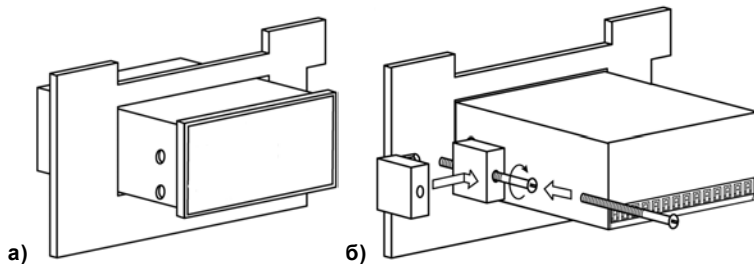

**Рисунок 5.2 - Монтаж прибора настенного исполнения Н2**
Подготовить прибор для выполнения монтажа. Для этого необходимо снять фиксирующую планку (поз.1, рисунок 5.2б) и отсоединить электронный блок (поз.2, рисунок 5.2б) от кронштейна (поз.3, рисунок 5.2б).
- 2) Закрепить кронштейн четырьмя винтами на поверхности, предназначенной для установки прибора. На кронштейне имеется восемь отверстий двух типов: для настенного крепления (поз. 4, рисунок 5.2в) и крепления на стандартный круглый подрозетник с диаметром 60 мм (поз. 5, рисунок 5.2в). Перед закреплением кронштейна на стене необходимо предварительно пропустить кабели внешних связей через специальное отверстие для кабельного ввода (поз. 6, рисунок 5.2в).
- 3) Вставить электронный блок прибора в специальные пазы (поз. 7, рисунок 5.2в), расположенные на кронштейне;
- 4) Выполнить монтаж внешних связей. Монтаж внешних связей выполняется с помощью разъемного соединителя (поз.8, рисунок 5.2в), расположенного на тыльной стороне электронного блока (более подробно см. п. 5.2).
- 6) Надеть фиксирующую планку (рисунок 5.2г).